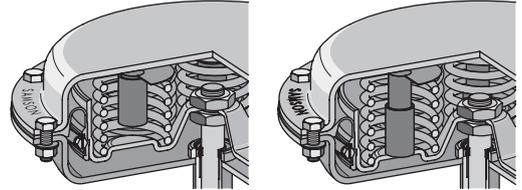

Рис. 15: Пожаробезопасное исполнение (Fire-Lock). Справа - в активированном состоянии.
- Тип 3271 или Тип 3277 · Пожаробезопасное исполнение (Fire-Lock) (рис. 15): положение безопасности при возникновении пожара, приводы площадью 240, 350, 700, 750 см2 · Привод площадью 355 см2 по запросу